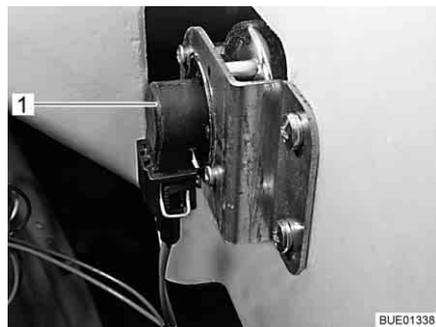

Bild 274 Fahrtrichtungsanzeiger
- Hinter den Lampenhalter (Bild 274,1) greifen.
- Hinter den Lampenhalter (Bild 274, 1) greifen.